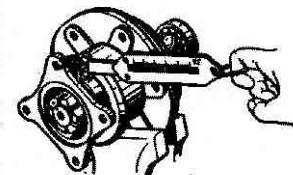

Рис. 46. Проверка затяжки подшипников ведущей шестерни
17. Проверить затяжку подшипников с помощью динамометра (рис. 46). Для этого муфту с крышкой зажать в тиски, за отверстие фланца зацепить крючок динамометра и плавно поворачивать шестернию. При нормальной затяжке подшипников динамометр должен показывать 2,9—6,2 кгс. Когда сопротивление вращению подшипников окажется в пределах нормального, заметить положение гайки относительно торца хвостовика, нанеся метки на торце вала и гайке, и зашплинтовать гайку.